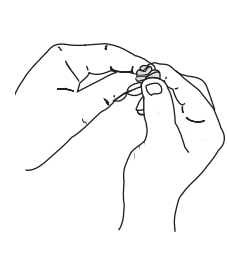

Fig. 24
6. Pressez le filtre pour répartir et drainer l'excédent d'huile (Fig. 24).